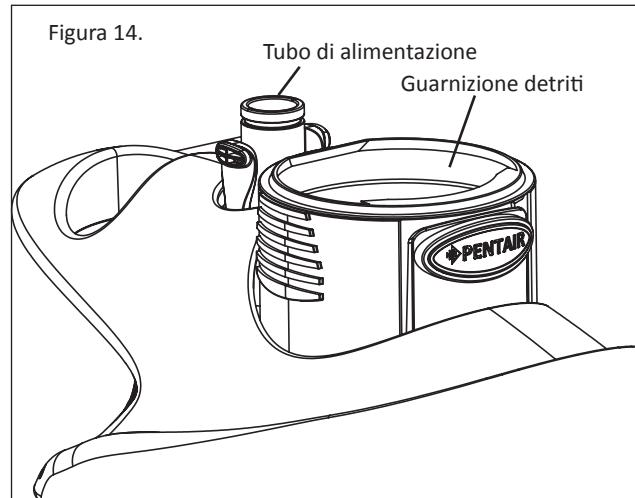

Figura 14.
- Assicurarsi che la guarnizione dei detriti sia collegata. Vedere figura 14.
5. Assicurarsi che la guarnizione dei detriti sia sul tubo a vuoto. **Vedere figura 14.**